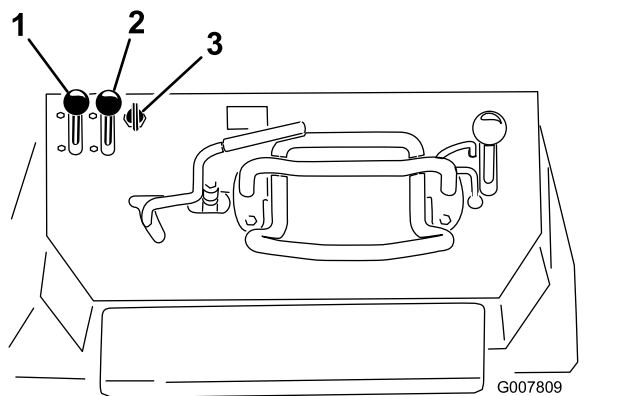

Figure 16
1. Réglez la commande d'accélérateur à mi-course entre les positions BAS RÉGIME et HAUT RÉGIME (Figure 16).
2. Réglez la commande de starter à la position EN SERVICE (Figure 16).
- Modèles à démarrage électriques : tournez la clé à la position CONTACT (Figure 16). Relâchez la clé quand le moteur démarre.
4. Amenez progressivement la commande de starter en position HORS SERVICE (Figure 16). Si le moteur cale ou hésite, engagez de nouveau le starter jusqu'à ce que le moteur soit chaud.
5. Réglez la commande d'accélérateur à la position voulue (Figure 16).
2. Placez la commande d'accélérateur en position BAS RÉGIME (Figure 16).